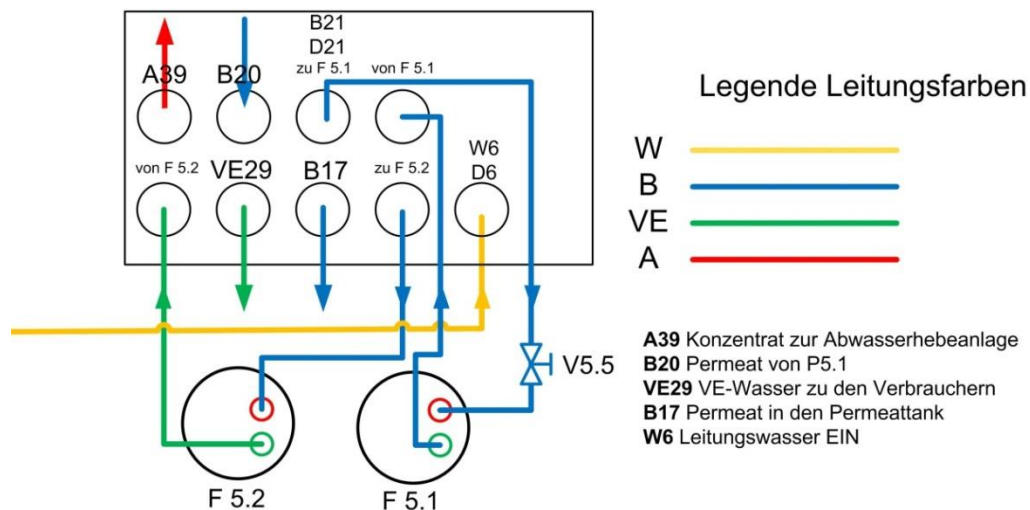

Abb. 8: Anschlussschema Ionenaustauscher in Betrieb
- ♦ Schließen Sie alle Schläuche von und zu den Ionenaustauschern gemäß Anschlussschema (siehe Abb. 8:) an. Die Ionenaustauscher bleiben in den Stapelbehältern stehen, bis die VE-Wasserleitungen angeschlossen sind und die Nachentlüftung der Ionenaustauscher durchgeführt werden kann.